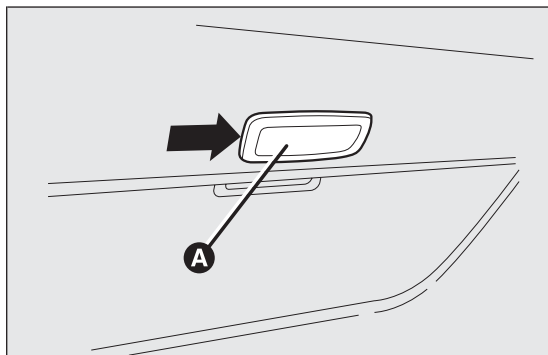

fig. 178
- agire nel punto indicato dalla freccia e rimuovere la plafoniera A fig. 178;